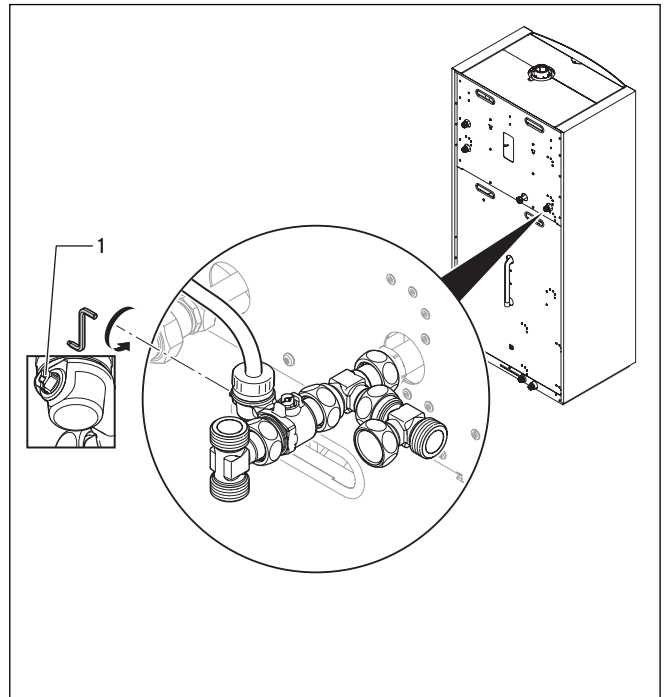

Abb. 7.8 Wartungshahn am Heizungsrücklauf schließen
- Schließen Sie nach dem Befüllen des externen Heizkreises den Wartungshahn (1) am Heizungsrücklauf (→ **Abb. 7.8**).